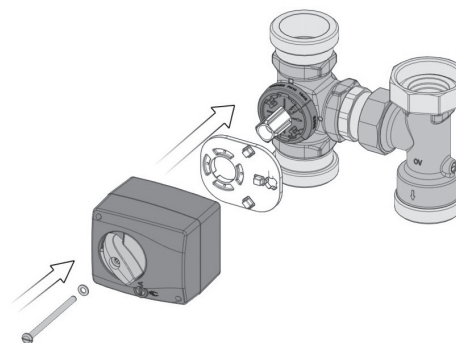

Рис. 19
6. Надеть стопор вращения (9) на трехходовой смеситель (рис. 19).
7. Надеть сервомотор на адаптер (3) (рис. 19).
8. Винт (4) со стопорной шайбой (5) затянуть с усилием 5 Нм (рис. 19).